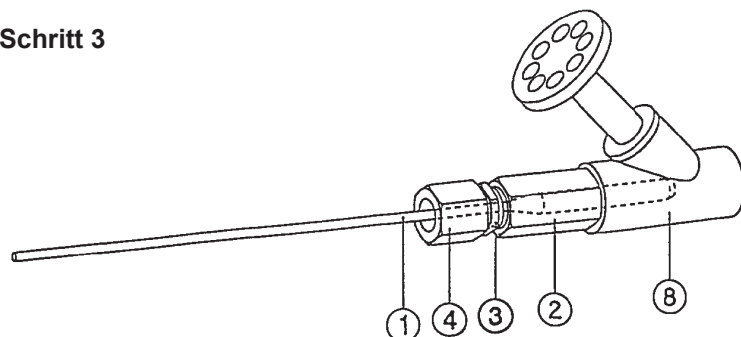

Abb. 5 - Montage der Schleuse
Gemäß Abb. 5 wird die Schleuse mit der Glasfasersonde ① an das Absperrventil ⑧ montiert.